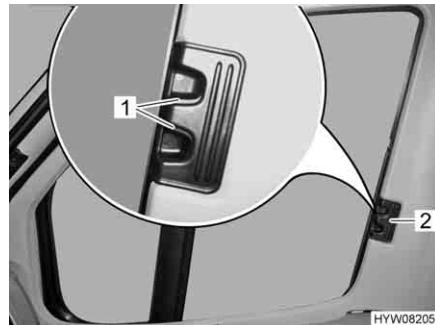

Fig. 19 Tendina oscurante pieghevole per il finestrino del conducente/passeggero
- Premere le maniglie di sbloccaggio (Fig. 19,1) e mantenerle premute.
- Con la levetta (Fig. 19,2) tirare le tendine oscuranti pieghevole per il finestrino del guidatore e del passeggero verso l'altro lato della finestra e congiungerle alle strisce magnetiche.
- Inserire fino all'arresto le tendine oscuranti pieghevole per il finestrino del guidatore e del passeggero per la maniglia (Fig. 19,2).
- Rilasciare le maniglie di sbloccaggio (Fig. 19,1) e mantenerle innestate.